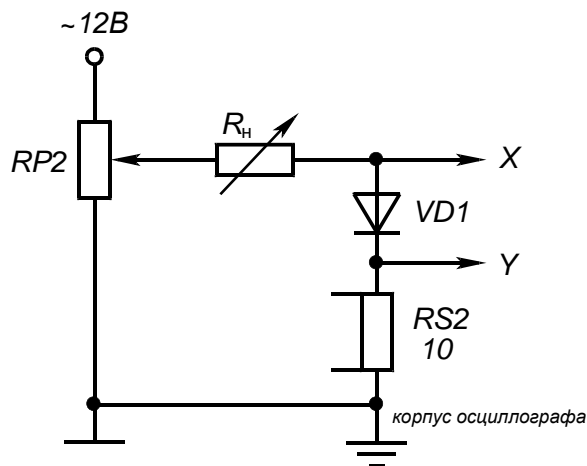

Рис. 4.3
г) собрать схему для получения ВАХ диода на экране осциллографа. Исследование выпрямительного диода выполняется на переменном токе в соответствии с принципиальной схемой, изображенной на рис. 4.3. Вход Y (CH2) осциллографа подключить к шунту RS2, а корпус осциллографа (землю) соединить с общим проводом (землей) схемы. Вход X (CH1) осциллографа подключить к аноду диода. При этом переключатель развертки осциллографа должен быть установлен в положение X-Y. Светящуюся точку на экране осциллографа поместить в начало координат. Подать питание. Зарисовать ВАХ диода, определить масштабы по току и напряжению;
5.13. Какие погрешности можно ожидать при осциллографировании по схеме рис. 4.3?